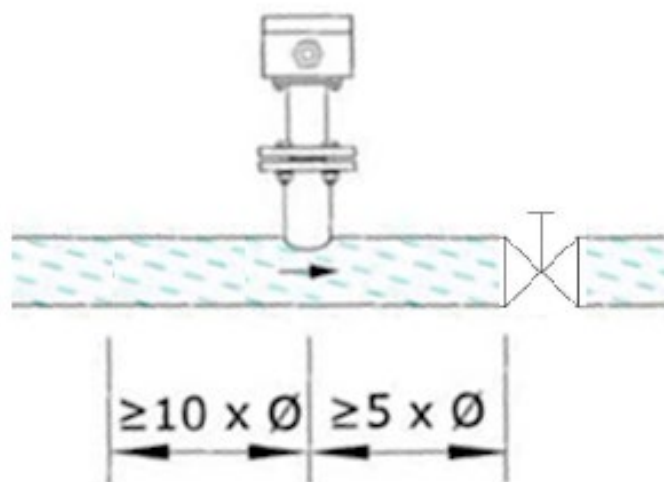

Рисунок 7. Пример установки ПП
- а) трубопровод должен быть прямой не менее чем на 10 Ду перед ПП и 5 Ду (рисунок 7) после него. Регулирующий клапан должен находиться на расстоянии не менее 5 Ду от ПП ниже по течению;